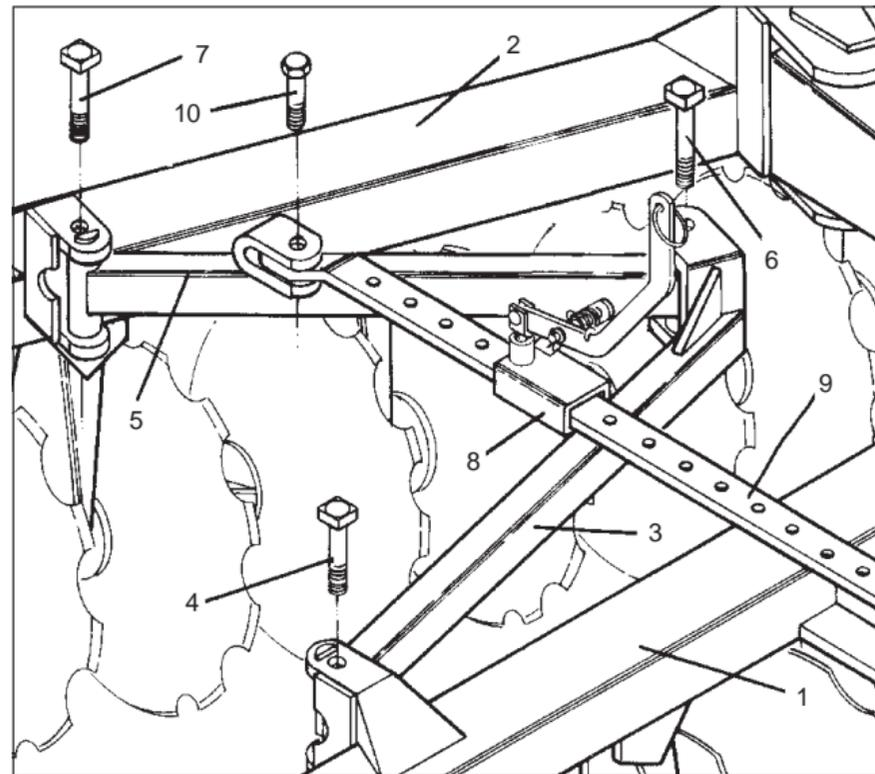

FIGURA 08
15 - Colocar o puxador de trava item 8, na barra estabilizadora dianteira, passar a régua de travagem item 9, pelo interior do corpo do puxador de trava, unindo-a à barra estabilizadora traseira através do parafuso item 10, conforme mostra a **Figura 08**.